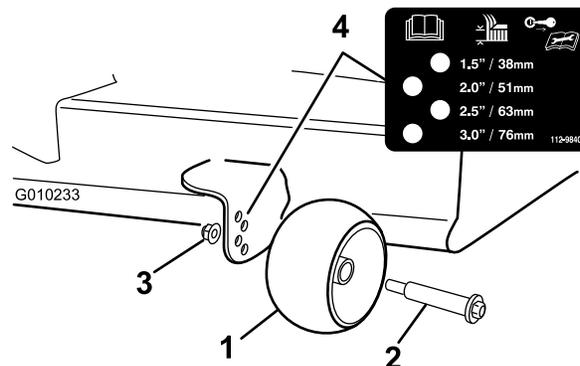

Figura 29
3. Ajuste os rolos antidanos (**Figura 29**) para corresponder à posição da altura de corte mais próxima.